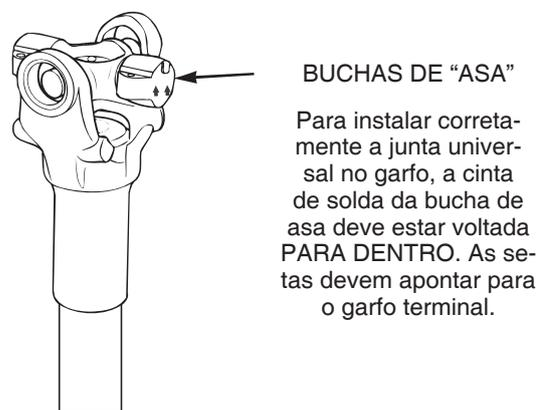

Figura 4.31
2. Instale a junta universal no garfo de modo que as tiras de solda rolamento tipo asa estejam voltadas PARA DENTRO e as setas apontem dos garfos de acoplamento ou terminal. Figura 4.31.